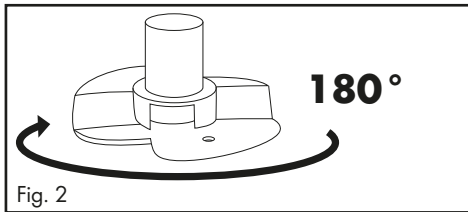
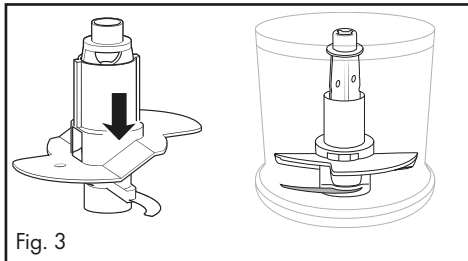

Fig. 2
Fig. 3
- Para 200 ml de nata, gire el accesorio batidor **11** horizontalmente 180° (fig. 2) de forma que solo quede sobre una cuchilla **8** y encastre (fig. 3). Con esto, se montará la nata desde una posición superior: